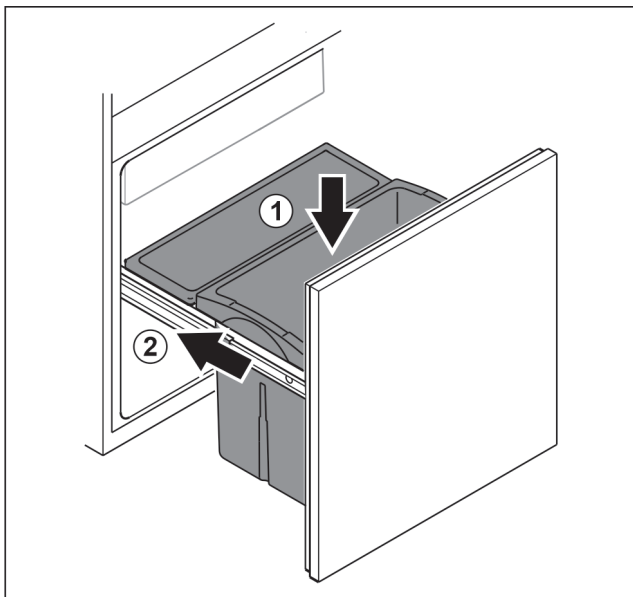

Fig. 81
- ▶ Вставьте выдвижной ящик сверху. Fig. 81 (1)
- ▶ Вставьте выдвижную тележку. Fig. 81 (2)